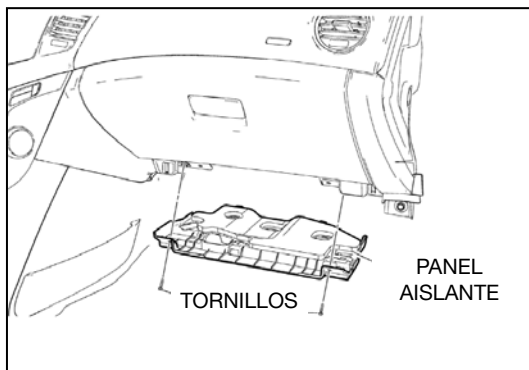

Fig. 7
1. Retire el panel y los tornillos de sujeción del panel aislante del lado del pasajero del panel de instrumentos (ver Fig. 7).